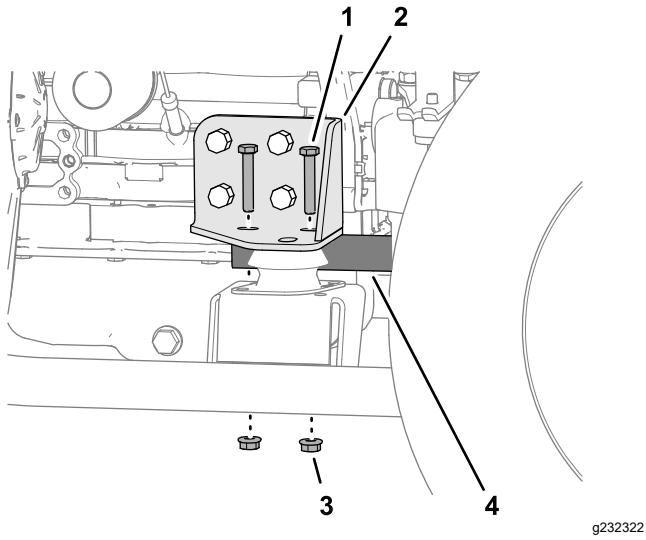

Bild 91
6. Entfernen Sie die zwei Schrauben und zwei Muttern, mit denen das Drehsperrrohr an der rechten Motorbefestigung befestigt ist (Bild 91).